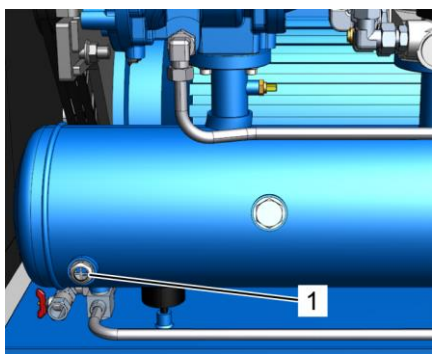

Рис. 30: Проверка уровня охлаждающей жидкости через смотровое отверстие
- Проверьте уровень охлаждающей жидкости через смотровое отверстие ( Рис. 30/1) и при необходимости долейте охлаждающую жидкость, как описано в ↪ Глава 8.4.2 «Проверка уровня охлаждающей жидкости / доливка охлаждающей жидкости» на странице 87.